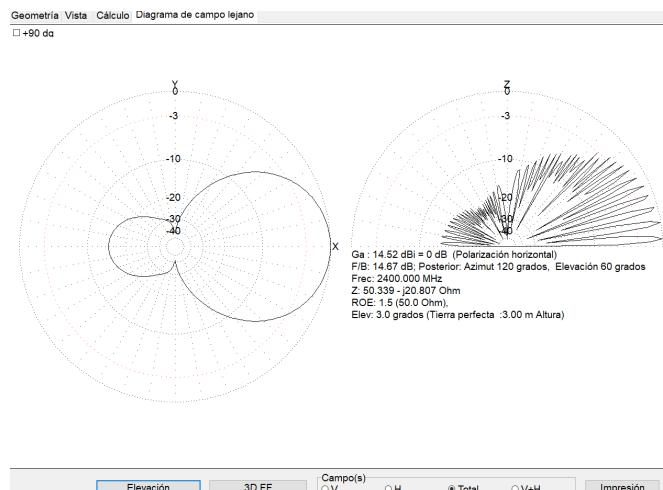

Figura 14: Patrón de radiación obtenido para la antena Yagui.
- Al obtener los valores numéricos de la simulación, para la visualización del patrón de radiación localice la pestaña **Diagrama de campo lejano** donde se podrá visualizar el patrón de radiación y haciendo click en el botón **3D FF** podrá ver una perspectiva de dicho patrón de radiación en 3D. En la figura 14 se muestra el patrón de radiación obtenido para la antena Yagui. **NOTA: Para obtener la misma proyección en la esquina superior izquierda deshabilite la opción +90 dg.**